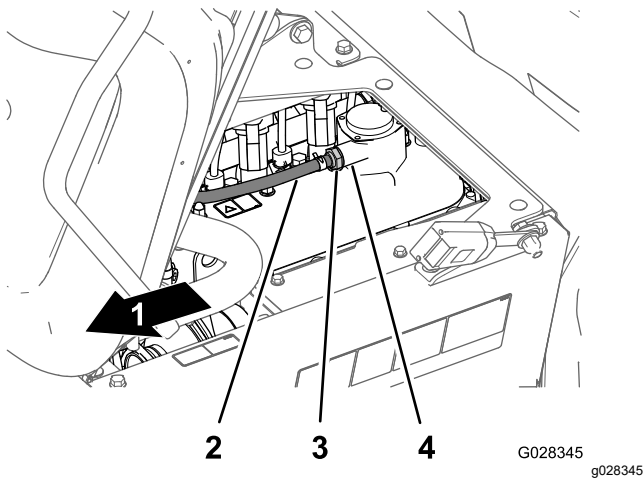

Figure 81
- Déposez le clapet PCV du raccord sur le couvre-culasse (Figure 81).
Remarque: Si l'ajutage interne du clapet PCV cliquète, alors le clapet est réparable ; dans le cas contraire, remplacez le clapet (Figure 81).
4. Insérez le clapet PCV jusqu'à ce qu'il soit complètement engagé dans le joint du raccord du couvre-culasse (Figure 81).